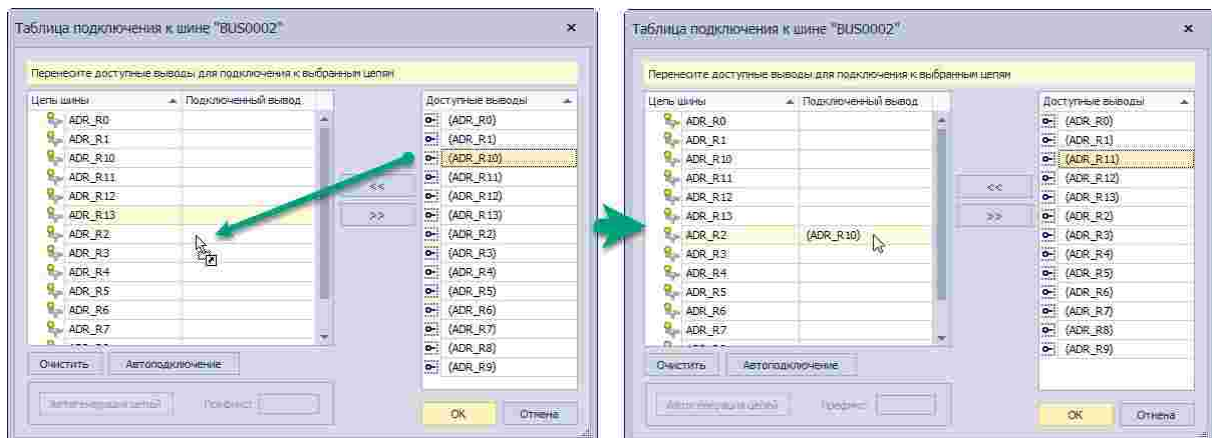

Рис. 170 Использование механизма «drag-and-drop» для установки соответствия между выводом и цепью шины
2. Переместить курсор мыши в левую часть окна в строку с именем, подключаемой шины, удерживая кнопку мышки зажатой, см. Рис. 170.